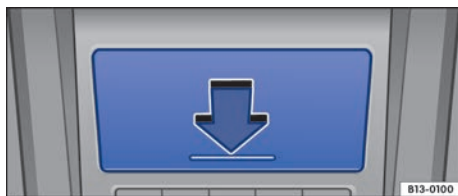

Fig. 142 En la parte inferior de la consola central: abrir el cenicero.
- Para *abrir* el cenicero, presione brevemente sobre su tapa en el sentido de la flecha → **fig. 142**. La tapa se abre automáticamente.